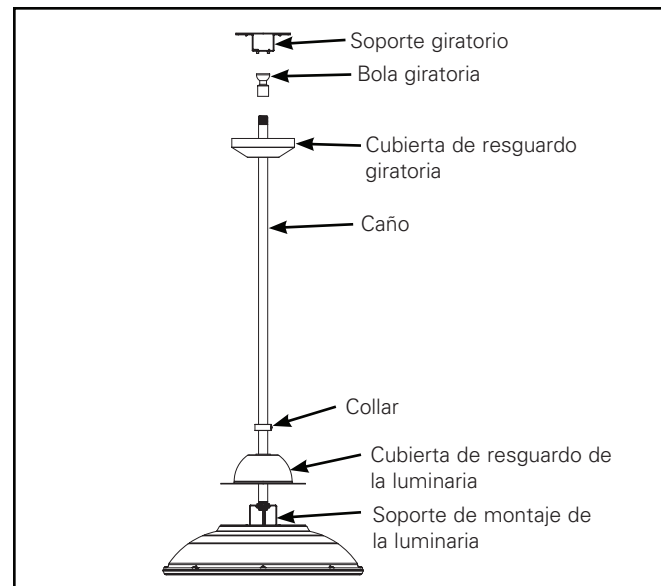
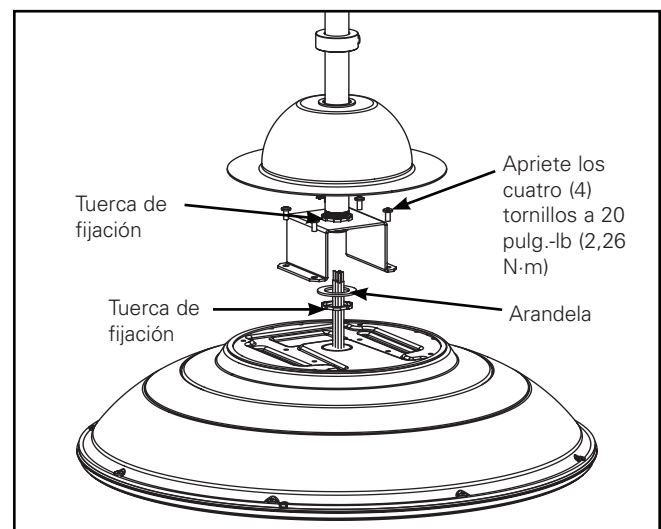

Figura 10. Decorative Pendant Mount Option
Figura 11.
2. Coloque la cubierta de resguardo de la luminaria, el collar y la cubierta de resguardo giratoria sobre el caño. (Figura 10).
3. Atornille (1) tuerca de fijación en el extremo roscado del caño en la parte superior del roscado.
4. Inserte el caño a través del soporte de montaje de la luminaria. (Figura 11).
5. Deslice (1) arandela y (1) tuerca de fijación en la parte inferior del caño y ajuste a un mínimo de 3 vueltas completas.